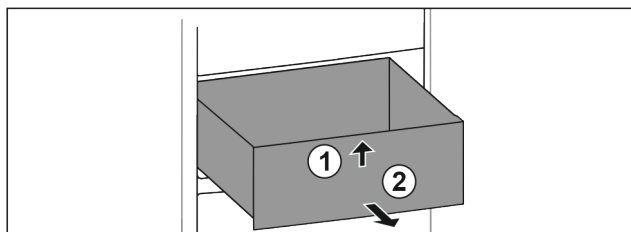

Fig. 75
- ▶ Løft skuffen fremefter. Fig. 75 (1)
- ▶ Tag skuffen ud fremefter. Fig. 75 (2)